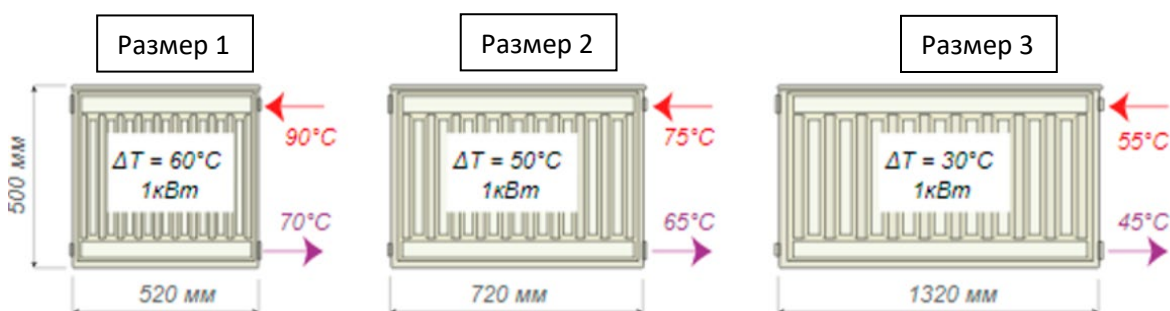

Рис. 1 Сравнение размера радиатора при разных температурах теплоносителя, с условием обеспечения +21°C внутри помещения и наружной температуре воздуха -20°C.
3. Погрешность температуры, (+-7 градусов). Проектирование и расчет систем отопления в случае такой погрешности идет в сторону снижения температуры входящей воды. В итоге график выданный OSK в 2018 году (рис.1) имеет расчетную максимальную температуру теплоносителя **70 °С** что говорит о снижении температуры входящей воды относительно проектной почти на **20 °С**